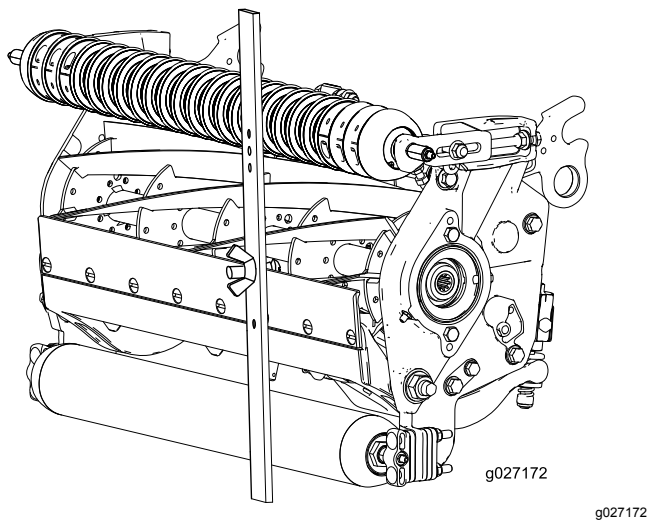

Рисунок 17
- Зацепите головку винта за режущую кромку неподвижного ножа и прислоните задний конец планки к заднему валу (Рисунок 17).
- Поворачивайте регулировочный винт до тех пор, пока передний валик не коснется измерительной планки (Рисунок 17).